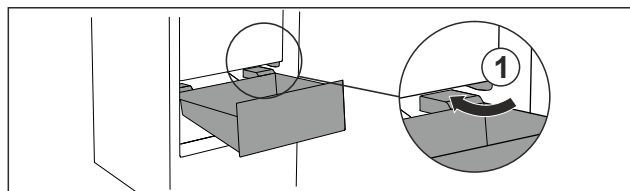

Fig. 92
- ▶ Прокарайте чекмеджето под ъгъл около ограничителите Fig. 92 (1).